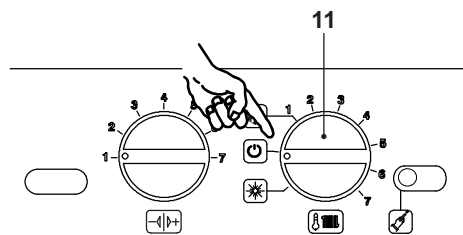

Figura 7.12
- Spegner la caldaia portando il selettore 11 sulla posizione "U" Figura 7.12.